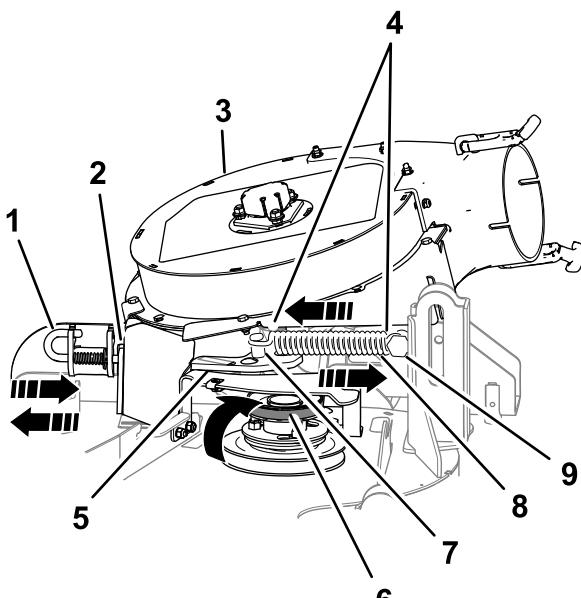

Figura 9
- Tire de la polea tensora tensada con muelle para separarla de la clavija fija del muelle, y retire la correa de la polea tensora (Figura 9).
2. Mueva el brazo de la polea tensora hacia el anclaje fijo del muelle. Retire el gancho del muelle de la clavija del muelle tensor (Figura 9).
5. Abra el pestillo del soplador y gire el soplador hacia fuera (Figura 9).
3. Abra el pestillo del soplador, cierre el soplador contra la carcasa y cierre el pestillo contra el soporte del conductor (Figura 9).
6. Mueva la polea tensora hacia la clavija fija del muelle e instale el muelle colocando el gancho del muelle en la clavija del muelle tensor (Figura 9).